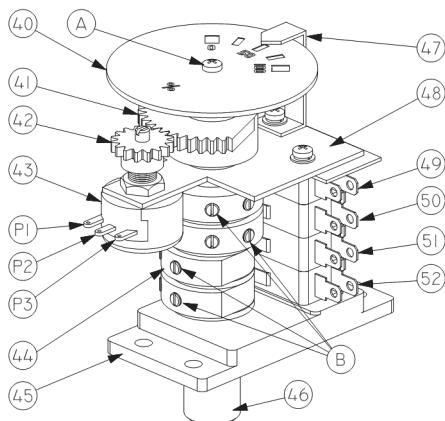

Рис. 2 Индикатор положения затвора арматуры
Электропривод состоит из следующих узлов и деталей (рис.1): электродвигателя (1); силового редуктора, в состав которого входит: червячный редуктор (11, 16), червячный редуктор маховика ручного дублера (13,19) и планетарная передача (18); двухсторонней муфты ограничения крутящего момента (моментной муфты) (4); ограничителя хода выходного вала (6); индикатора положения затвора арматуры (40, 47) (рис.2); выходного вала (15); механических упоров открытия и закрытия (9,10); клеммной колодки контактных соединений (23) и корпусных деталей.
Вращение электродвигателя (1) через прямозубую цилиндрическую шестерню (2) передается на червячный редуктор (11, 16), который соединен через планетарную передачу (18) с муфтой сцепления (20). Вращение муфты сцепления обеспечивает вращательное движение выходного вала (15). Выходной вал электропривода механически связан с индикатором положения затвора арматуры (40, 47) (рис.2) и ограничителем хода
Ограничитель хода выходного вала (6) механически связан с выходным валом (15). При достижении ограничителем хода выходного вала заданных параметров микробыключатели (49,50,51,52) (рис.2) отключают электропитание электродвигателя.
Индикатор положения затвора арматуры (40,47) (рис. 2) механически связан с валом ограничителя хода выходного вала. После надлежащей настройки указания индикатора соответствуют определенным положениям затвора арматуры независимо от режима работы электропривода – ручного или электрического.